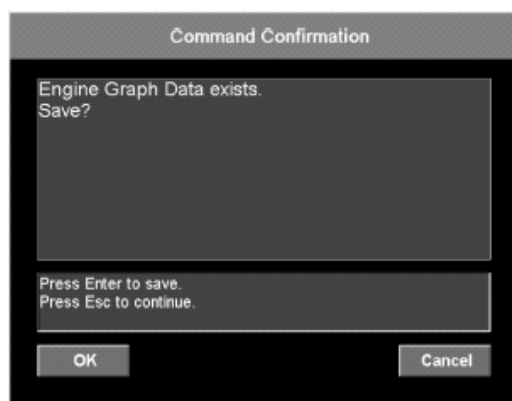

Рис. 57
8. Программа показывает диалог подтверждения, спрашивающий, уверены ли Вы, что Вы желаете удалить предварительно сохраненный сигнал и данные графика (см. рис. 57). Щелкните **ОК** (или нажмите клавишу Enter), чтобы сохранить новые данные (переписывая старые данные). тогда окно графика будет закрыто.